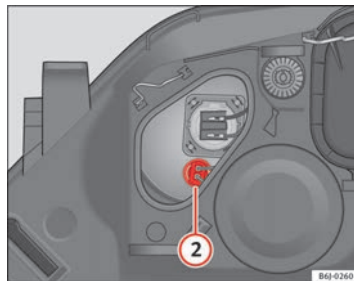

Abb. 150 Standlicht
- Ziehen Sie den Stecker ⇒ Abb. 150 ② nach außen ab.